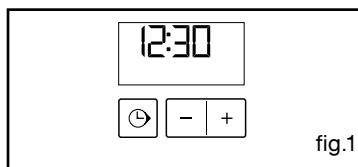

fig.1
• Grelha de segurança antibasculamento (fig.1)
O visor pisca nas 12:00. (fig.1)
O selector de função deve estar obrigatoriamente na posição 0 (fig.1).
Esta não deve estar a piscar (fig.1).
- Escolha o modo de cozedura pretendido e ajuste a temperatura (fig. 1).
O visor está intermitente em 0h00 para lhe indicar que a regulação é então possível (fig.1).
- Prima a tecla "⌚" (fig.1) até que o símbolo do temporizador pisque
- Regule e valide a hora do programador a 0h10 (fig.1).